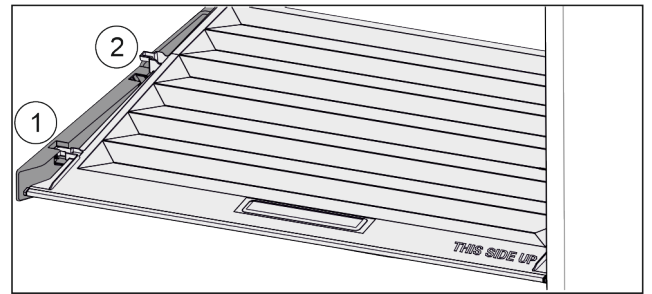

Fig. 45
- ▶ Deksel tot de opening in de vasthouddelen naar voren trekken Fig. 45 (1).
- ▶ Aan de achterkant vanaf de onderkant omhoog tillen en vanaf de bovenkant verwijderen Fig. 45 (2).